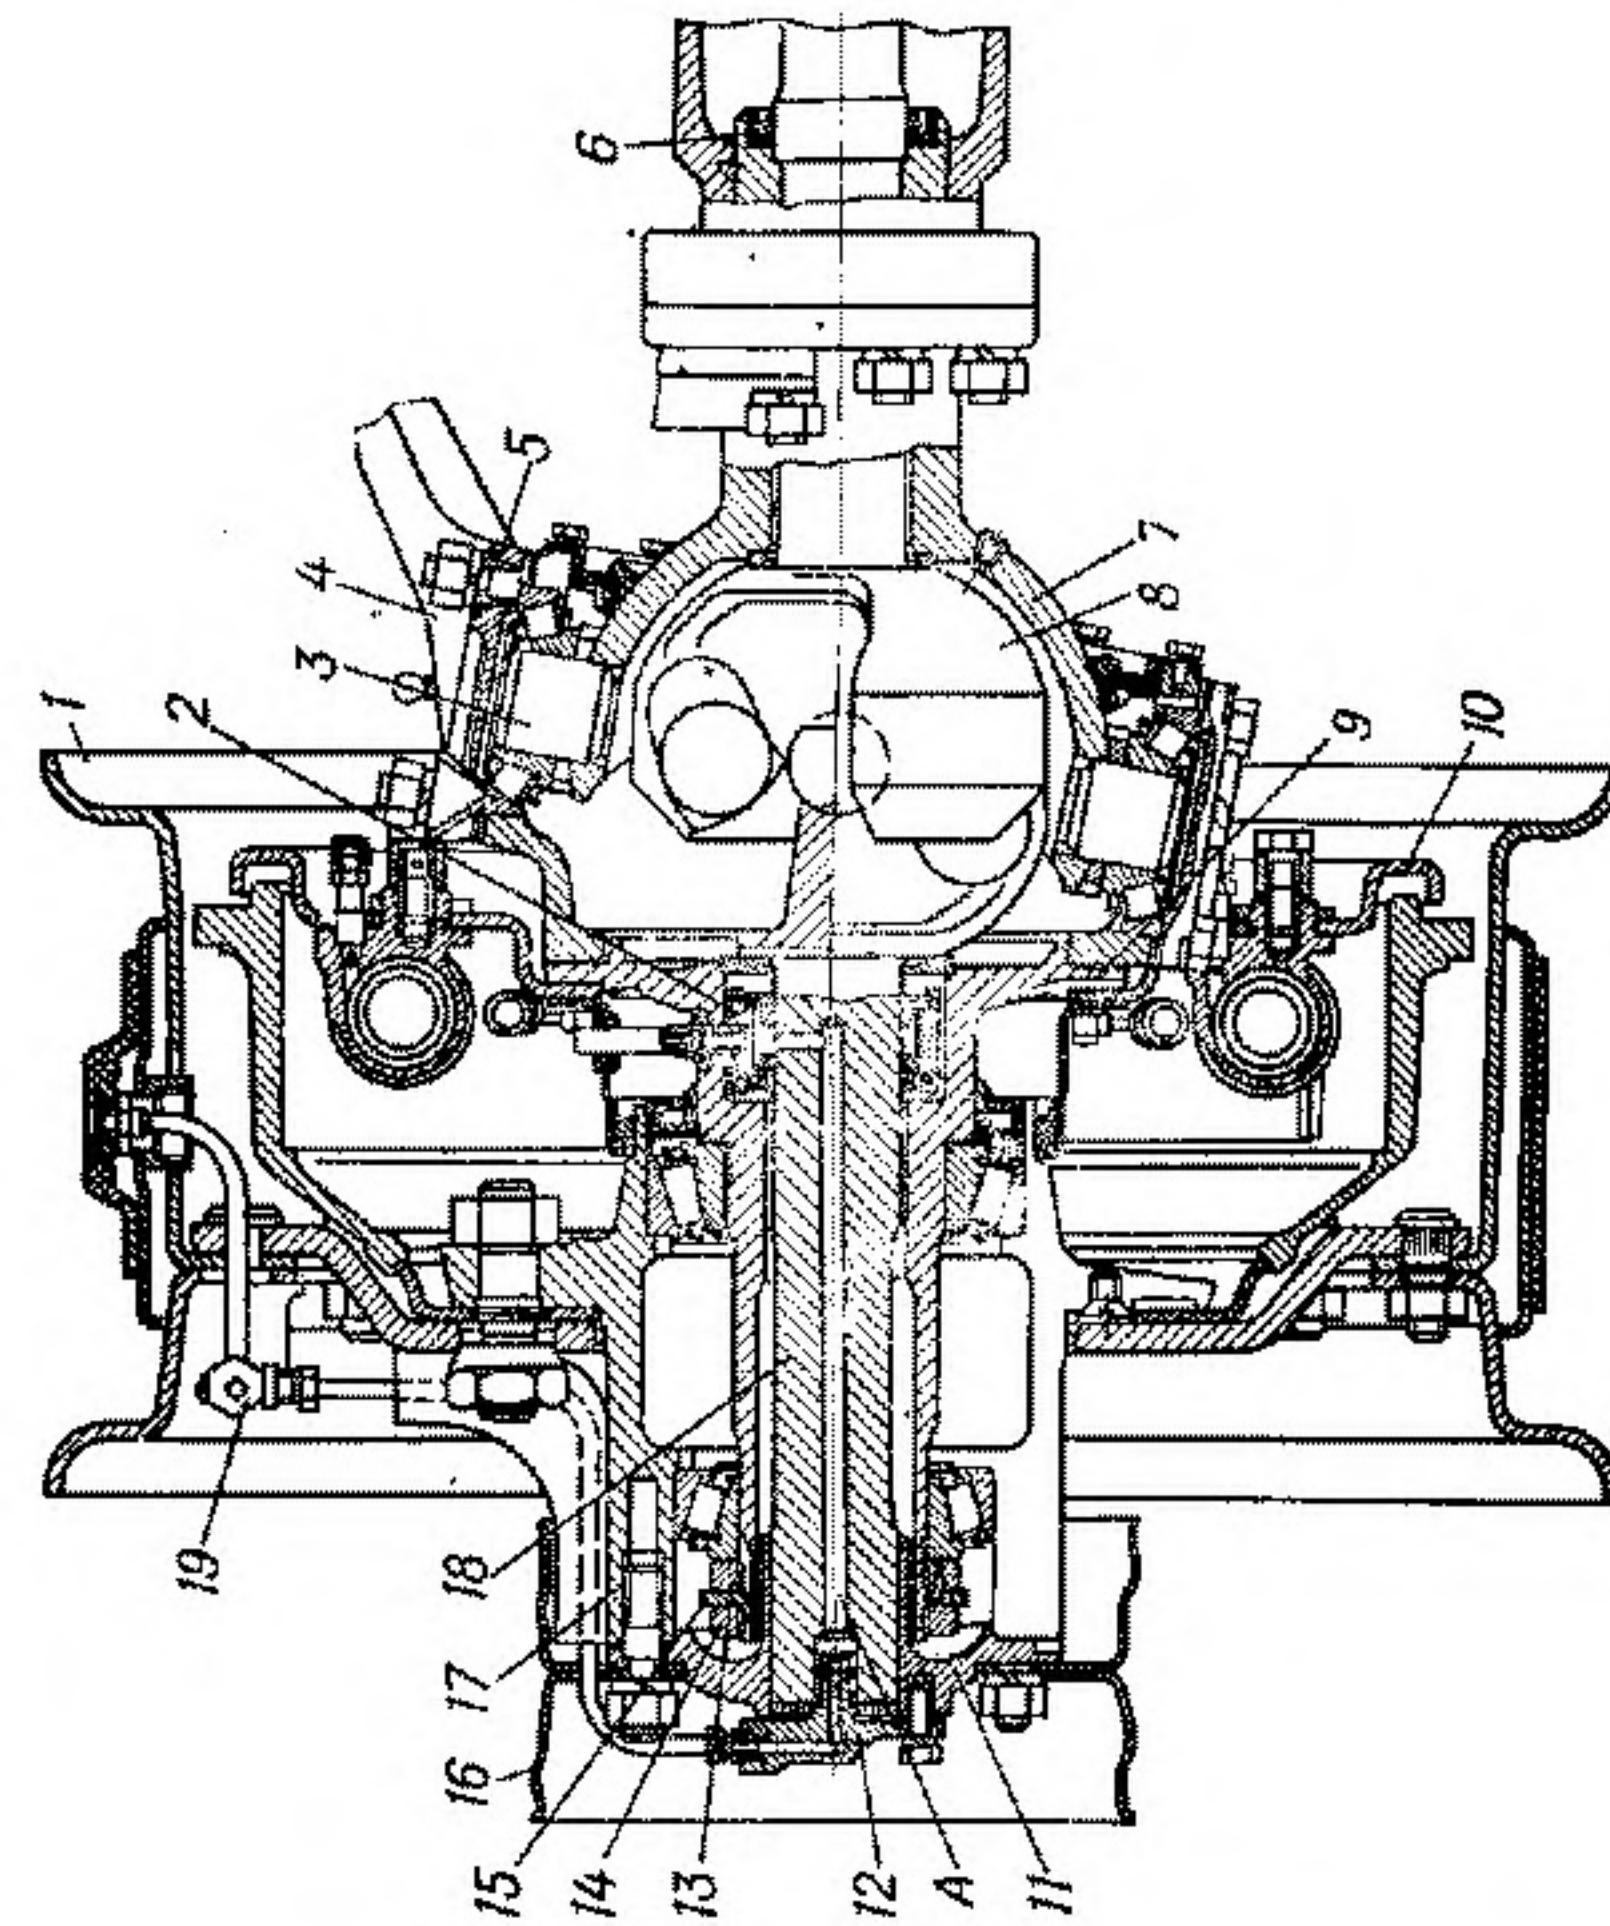

Рис. 49. Привод к передним колесам автомобиля ГАЗ-66-11:
- Отвернуть гайки крепления ведущего фланца 11 (рис. 49).